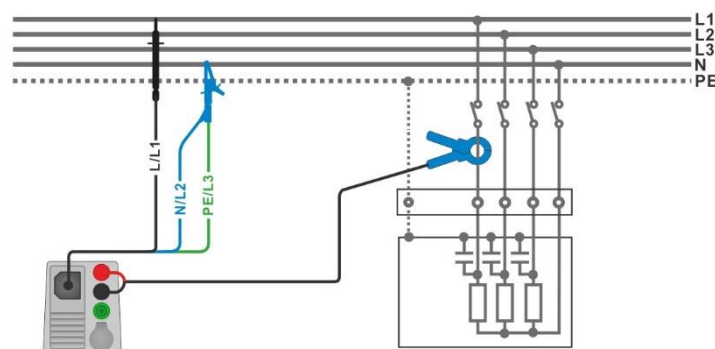

Abbildung 7.28: Oberwellenmessung
- › Schließen Sie den 3-Leiter Prüfadapter und die Stromzange am Prüfling an (siehe **Abbildung 7.28**).